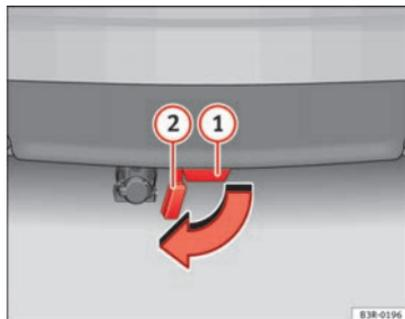

Fig. 156 Parachoques trasero: Abrir el tapón
- Extraiga hasta el tope final el tapón ② ⇒ fig. 156 del tubo de enclavamiento ① que se encuentra debajo del parachoques. El tapón encastra de un modo automático en el tope final.